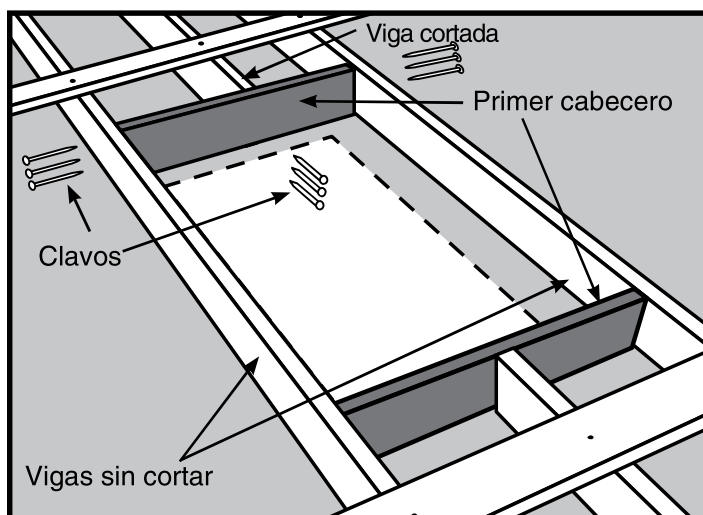

Figura 15
- PASO 3.** Coloque uno de estos cabeceros contra el extremo de la(s) viga(s) cortada(s) (vea la Figura 15). Debe ajustar perfectamente entre las vigas sin cortar. Martíllelo hasta su posición si fuera necesario; si a su longitud le sobra más de 1.6 mm (1/16”), recórtelo. Si a su longitud le falta más de 1.6 mm (1/16”), corte otro trozo.
- PASO 4.** Ponga el cabecero a escuadra respecto a la viga no cortada, y únalo al extremo de la(s) viga(s) cortada(s) con tres (3) clavos 16d (vea la Figura 15).
- PASO 5.** Revise el cabecero para verificar su escuadra, y luego inserte tres (3) clavos 16d en cada extremo del cabecero, a través de cada viga (vea la Figura 15).